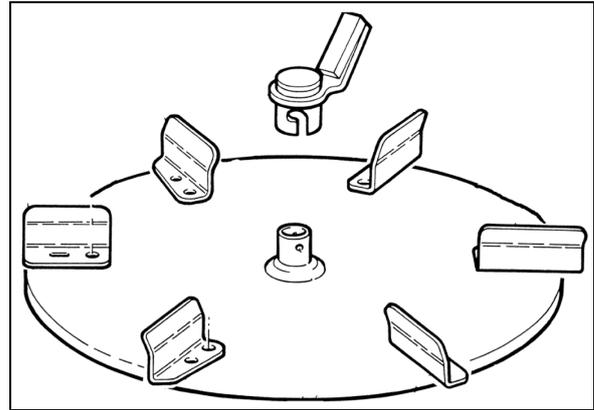

Fig. 16
1. Atornillar el anillo guía (Fig. 16/1) en las perforaciones del recipiente.
2. Fijar la parte superior del agitador (Fig. 16/2) a la parte inferior del agitador (Fig. 16/3) por medio de un casquillo de sujeción.